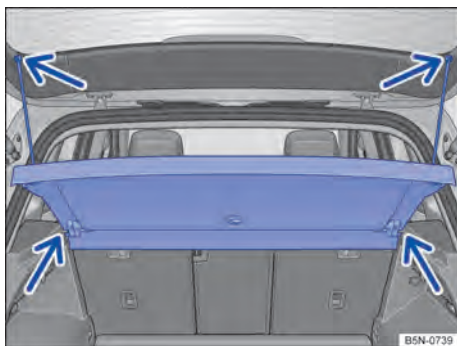

Fig. 213 No compartimento de bagagem: remover a cobertura do compartimento de bagagem.
- Desprender as cintas de fixação na tampa do compartimento de bagagem → Fig. 213 (setas superiores).
- Pressionar a cobertura do compartimento de bagagem de volta e para cima puxando para fora dos suportes laterais → Fig. 213 (setas inferiores).
- Pressionar a cobertura do compartimento de bagagem por cima para dentro dos suportes laterais → Fig. 213 (setas inferiores).
- Prender as cintas de fixação na tampa do compartimento de bagagem → Fig. 213 (setas superiores).